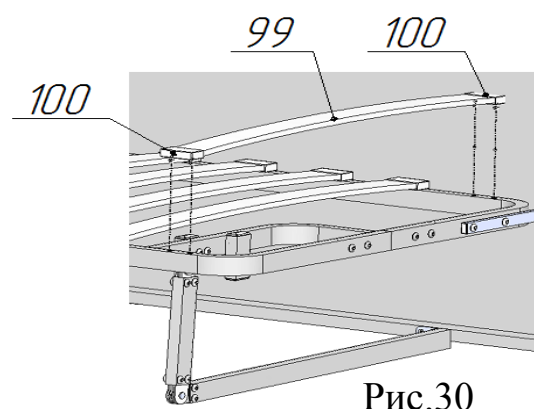

Рис.30
50. Собрать латофлексы поз.99 с латодержателями поз.100 и установить на раму дивана в соответствии с рис.30. Латодержатели должны входить в отверстия со щелчком.
57. Собрать латофлексы поз.149 с латодержателями поз.100 и установить на раму дивана в соответствии с рис.30. Латодержатели должны входить в отверстия со щелчком.